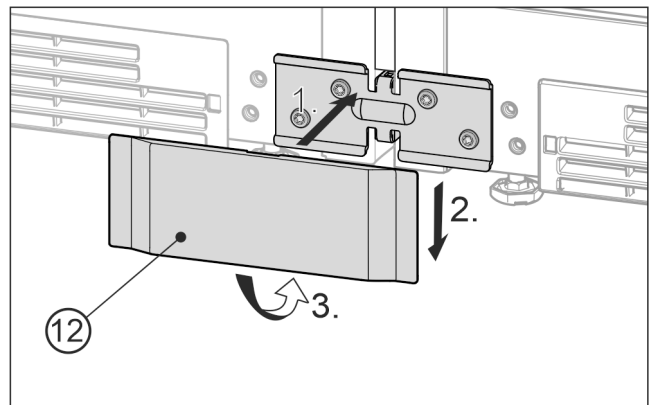

Fig. 20 Beispielhafte Darstellung
- Die untere Abdeckung Fig. 20 (12) von vorne auf den Winkel aufsetzen Fig. 20 (1), runterschieben Fig. 20 (2) und unten einrasten Fig. 20 (3).